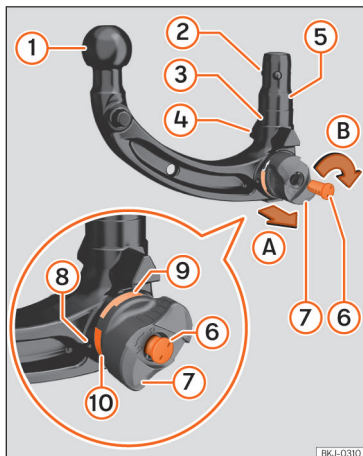

Fig. 154 Visão geral: engate amovível para reboque.
- ③ Mecanismo (bola) de bloqueio
- ④ Guias de centragem
- ⑤ Haste
- ⑥ Chave
- ⑦ Tampa da fechadura
- ⑧ Roda
- ⑨ Roda verde no engate para reboque
- ⑩ Marca vermelha na roda
3. Abra a tampa da fechadura >>> Fig. 154 ⑦ e introduza a chave ⑥ na fechadura.
4. Rode a chave ⑥ no sentido contrário ao dos ponteiros do relógio até a seta da chave apontar para o símbolo de fechadura aberta na roda ⑧.
5. Segure o engate para reboque com uma mão. Com a outra mão, retire a roda ⑧ na direção A.
6. Rode a roda ⑧ retirada na direção B até ao limite.
8. Solte a roda ⑧.